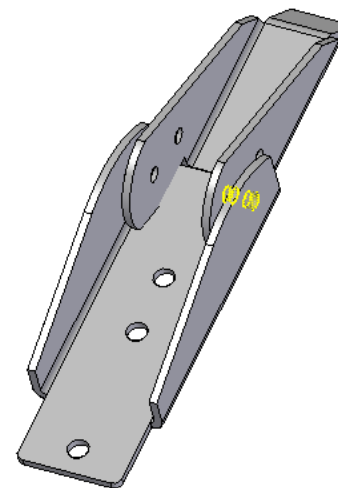

Figura 12
- Em seguida, crie uma relação **Axial Align** entre os furos indicados na Figura 12